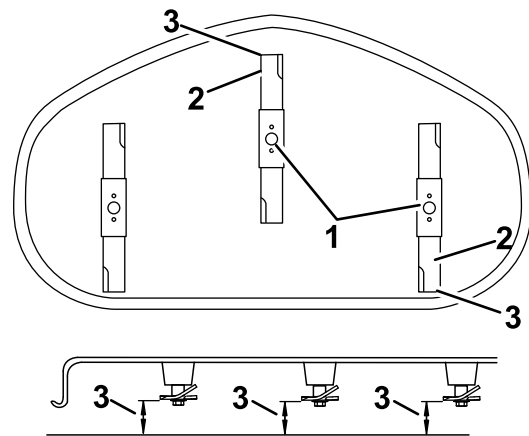

Figura 59
4. Gire cuidadosamente las cuchillas colocándolas en el sentido de avance de la máquina (Figura 59).
5. Mida entre la punta de la cuchilla delantera y la superficie plana y entre la punta de la cuchilla trasera y la superficie plana (Figura 59).
4. Después de realizar el ajuste, compruebe de nuevo la inclinación longitudinal, y siga ajustando la tuerca hasta que la punta de la cuchilla delantera esté entre 1.6 y 7.9 mm (1/16" a 5/16") más baja que la punta de la cuchilla trasera (Figura 59).